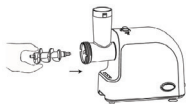

Рис. 3
- Вставьте шнек (8) в корпус головки мясорубки (7) (рис. 3).